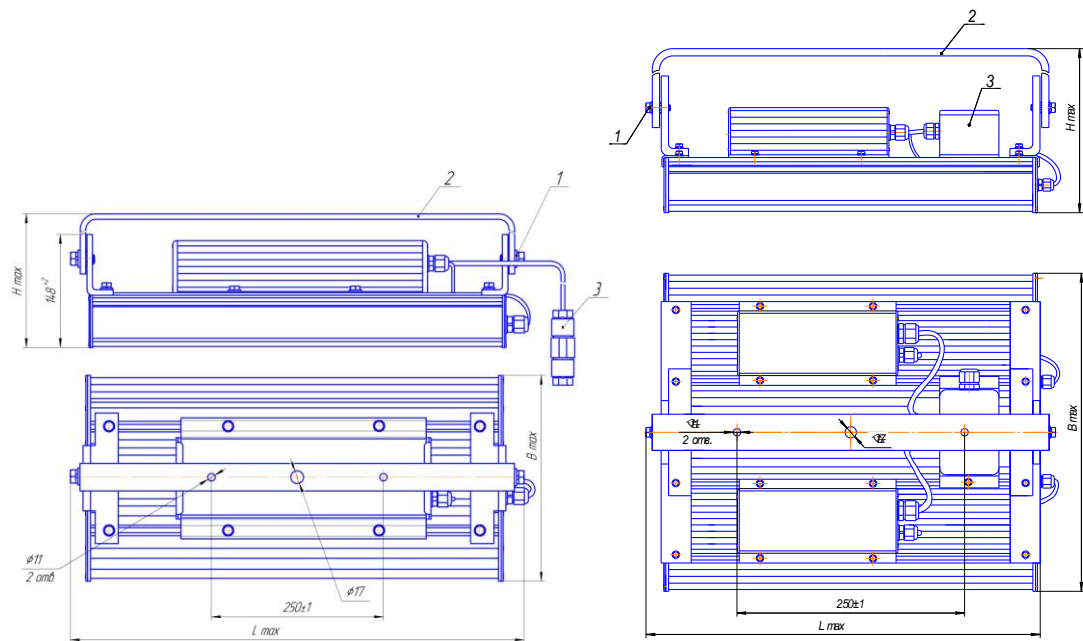
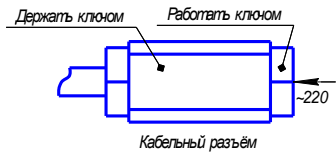

Рис. 1
Рис. 6
— для светильников: мощностью 80-240 Вт (рис.1) и мощностью 320-500Вт (рис.2):
- а) закрепить лиру прожектора (2). Крепежные соединения должны быть затянуты с усилием не менее 29 Нхм;
- б) для светильников: мощностью 80-240 Вт сетевой кабель подключить к кабельному разъему (3) (в комплект поставки не входит) рис.6 согласно схеме рис. 1а ; 1б;
Рис.1а
Рис.1б